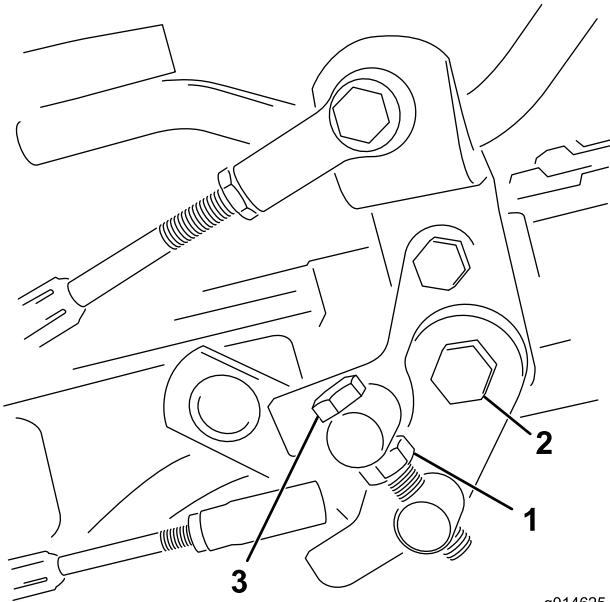

Figura 50
- Allentate il controdado sul bullone di articolazione (Figura 50).
- Serrate il controdado sul bullone di articolazione e il dado sul perno del pedale per fissare la regolazione (Figura 50). Controllate la messa a punto, e all'occorrenza ripetete la regolazione.